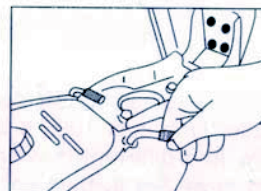

Fig. 32
- 1.2 Girare le leve di apertura delle carenature verso l'esterno (Fig. 32).